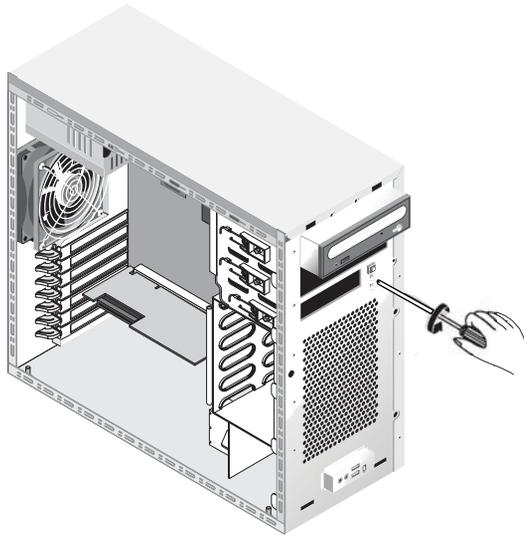

РИСУНОК 4-22 Отсоединение панели оператора
- 4. Отверните винт на передней панели корпуса, крепящий панель оператора к корпусу (см. РИСУНОК 4-22).**